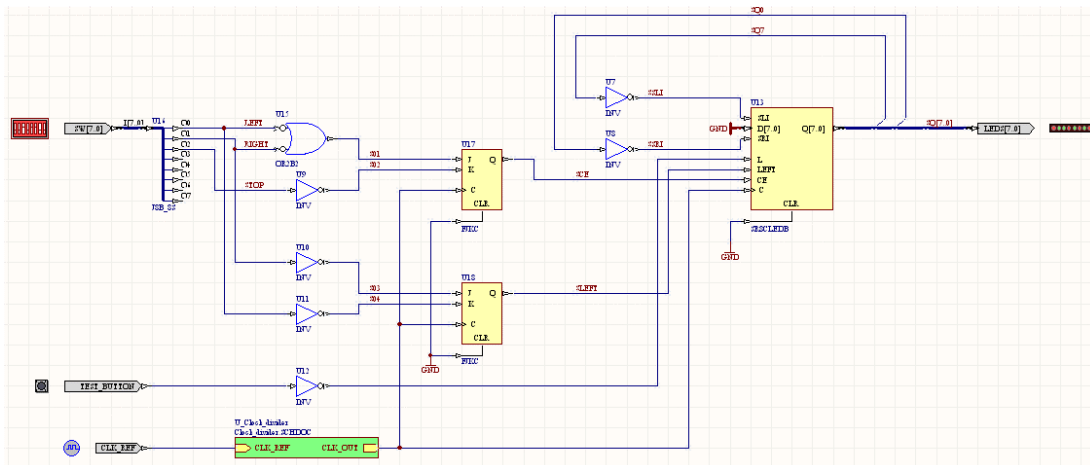

図7. Clock_divider のサブシートを表すシートシンボルが配置された Johnson_Counter の回路図
1. Johnson_Counter.SchDoc を開いて、クロックデバイダのサブシートを表すシートシンボルを配置します (図 7 参照)。**Place » Sheet Symbol** を選択します。配置する前に **TAB** キーを押して、**Sheet Symbol** ダイアログの **Properties** タブ内で designator 名 (例えば、U_Clock_divider) とファイル名 (例えば、Clock_divider.SchDoc) を入力します。**OK** をクリックしてダイアログを閉じてから、シートシンボルを配置します。